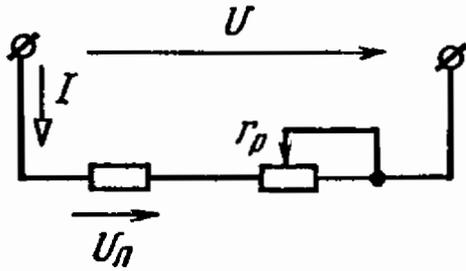

Рис. 1.6
1.6. Подобрать проволочный реостат (рис. 1.6) для регулирования напряжения приемника в пределах от 60 до 100 В, если сопротивление приемника 100 Ом, а напряжение сети 110 В.